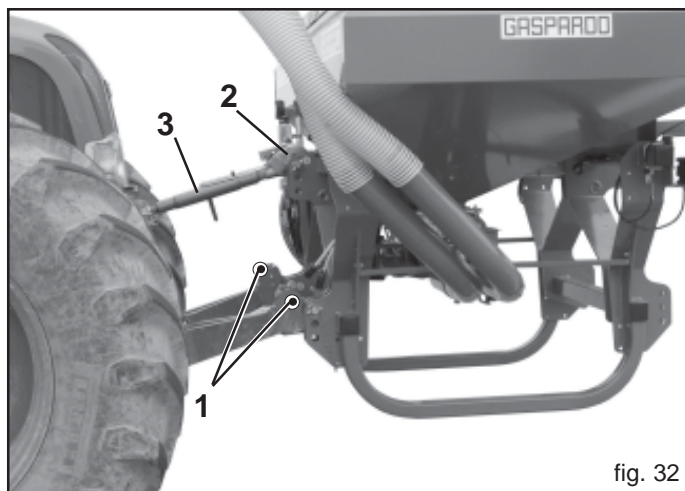

fig. 32
- 1) Enganchar las barras del elevador en los pernos predispuestos (1, Fig. 32). Bloquear con el pasador de muelle.
- 2) Conectar el tercer punto superior (2, Fig. 32); la clavija tiene que bloquearse con el respectivo pasador; a través del tensor de regulación (3, Fig. 32) tratar que la máquina se encuentre en posición perpendicular al terreno (Fig. 34).